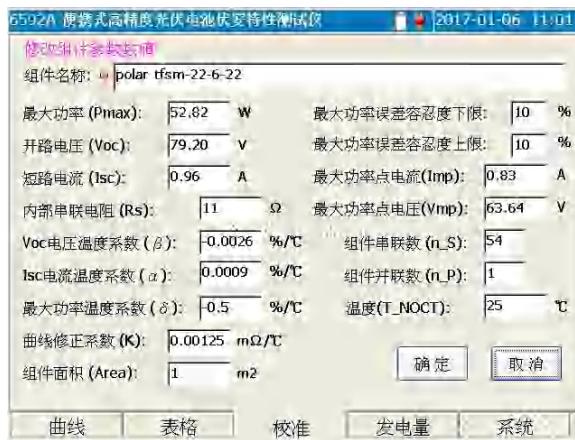

图 5-18 组件参数修改窗口
- 【修改】：如果当前光标条选中的是用户自定义数据库 ModulesSelfPara.csv 中的组件型号，则点击此按钮后，将弹出参数修改窗口，如图 5-18 所示。在这个窗口中的修改操作同上述添加窗口中参数的输入操作。